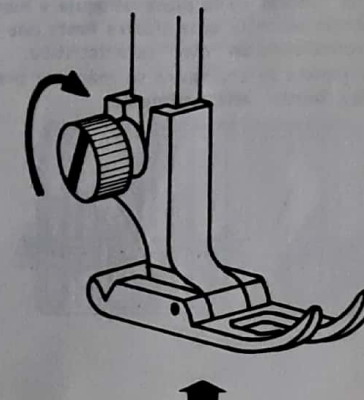

Fig. 2
- \* Afloje el tornillo sujetador del prensatela y retire el prensatela. (fig. 2)
- Recuerde que cuando cose telas muy gruesas o varios dobleces es muy posible deba modificar la presión del pie prensatelas para permitir un mejor deslizamiento del género. Para ello debe hacerse girar el registro (A) situado en la parte superior del cabezal (Ind. 19-pág. 2) en el sentido de las agujas del reloj si desea aumentar la presión y en sentido contrario si desea disminuirla